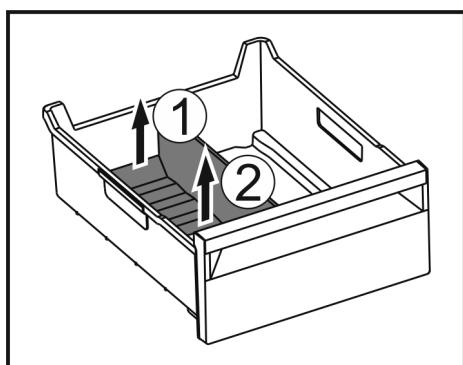

Fig. 145
- ▶ Podnieść tylną część separatora do szuflady na lód. Fig. 145 (1)
- ▶ Separator do szuflady na lód podnieść do góry. Fig. 145 (2)